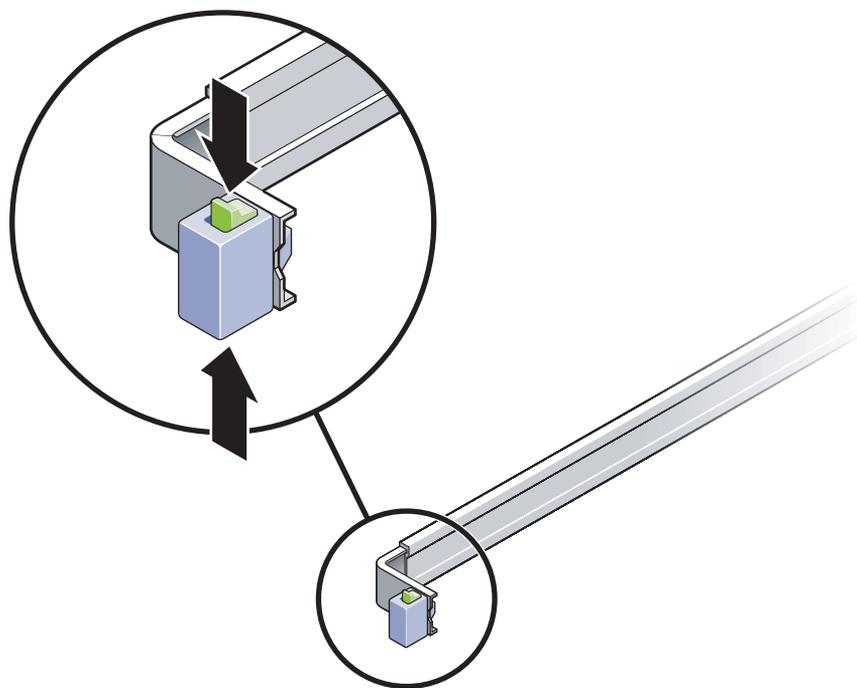

図 2-22 スライドレール部品のロックの解除
2. サーバシャーシの右側および左側のスライドロックボタンのロックを解除して (図 2-22)、スライドレールが止まるまでサーバーをゆっくりとラックから引き出します。